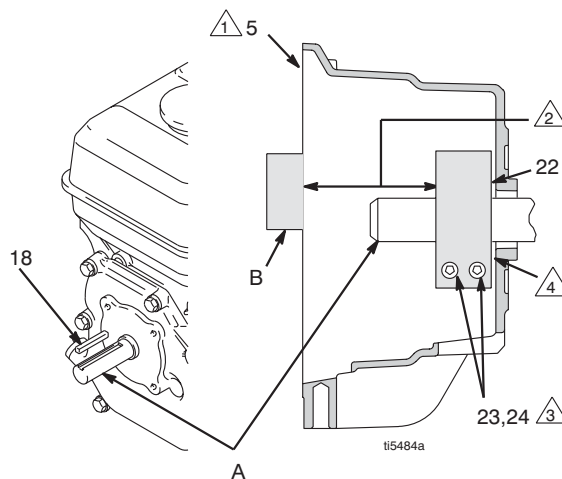

FIG. 10
4. FIG. 10. Desaperte dois parafusos (24) da braçadeira (22).
5. Insira a chave de fendas na ranhura da braçadeira (22) e retire-a.
1. FIG. 10. Instale a chave do veio do motor (18)
2. Insira a braçadeira (22) no veio do motor (A). Mantenha as medidas da nota 2. O chanfro tem que ficar voltado para o motor.